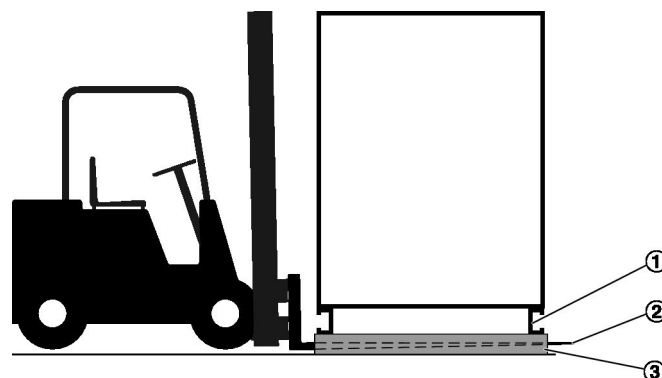

Fig. 7 : Transporter les charges avec un chariot élévateur
1. ▶ Avancer le chariot élévateur jusqu'à ce que les fourches (Fig. 7 /3) se trouvent entièrement entre les profils à angles vifs en bois de la palette (Fig. 7 /2) et dépassent sous le cadre (Fig. 7 /1) du côté opposé.